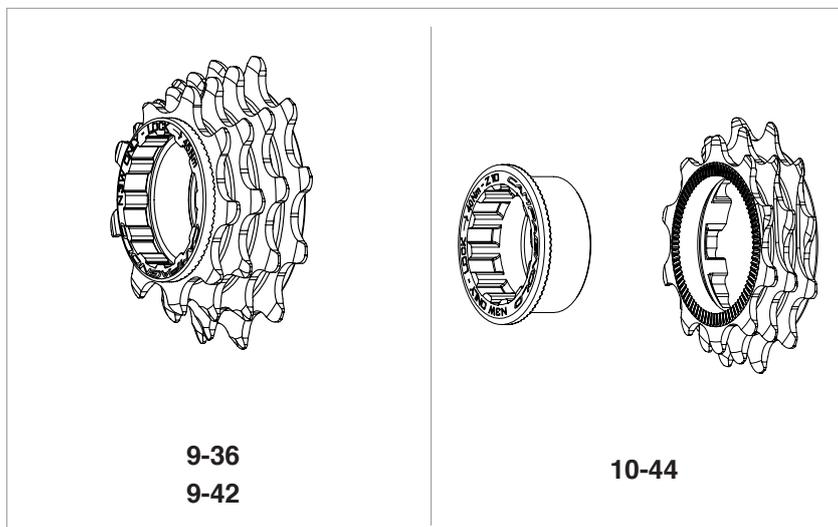

Fig.3
• Insérer l'ensemble des petits pignons sur le corps de roue libre (Fig. 3).
Pour les cassettes de pignons avec départ Z9, la bague est intégrée avec l'ensemble des petits pignons (Fig.3).